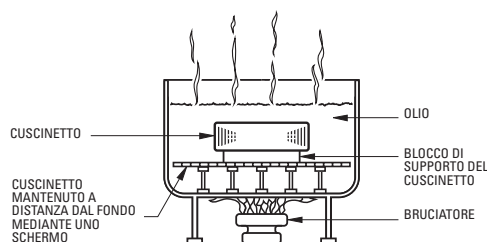

Fig. 16. Metodo ad espansione termica.
- Il bagno d'olio a tal proposito è illustrato in fig. 16. Il cuscinetto non deve entrare in contatto diretto con la sorgente di calore.